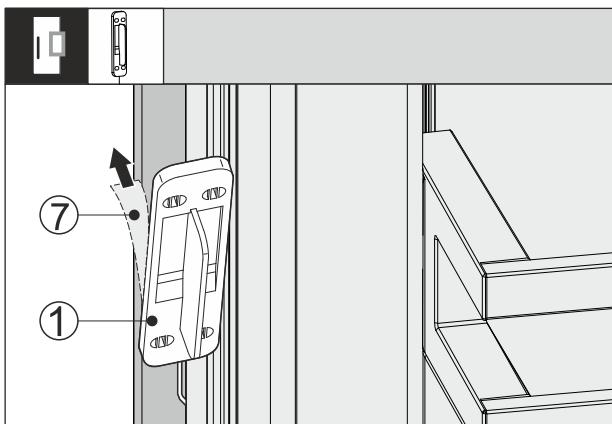

Fig. 65
- Зніміть захисну плівку Fig. 65 (7) зі зворотного боку датчика Fig. 65 (1).